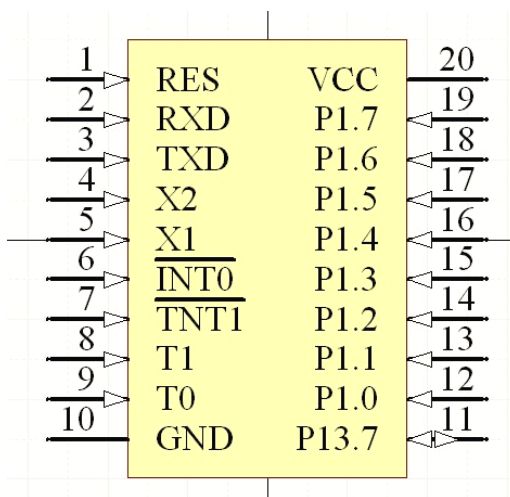

图 3-9-10 放置引脚后的结果
(2) 根据要求对第 1~20 引脚的其他属性进行修改。特别要注意的是, 当引脚的名称中包含有上划线时, 其输入方法是, 只要在需要添加上划线的每个字符后输入“\”即可。如第 7 脚的【显示名称】为“INT0”符号时, 应输入“I\N\T\0\”。引脚放置后的结果如图 3-9-10 所示。